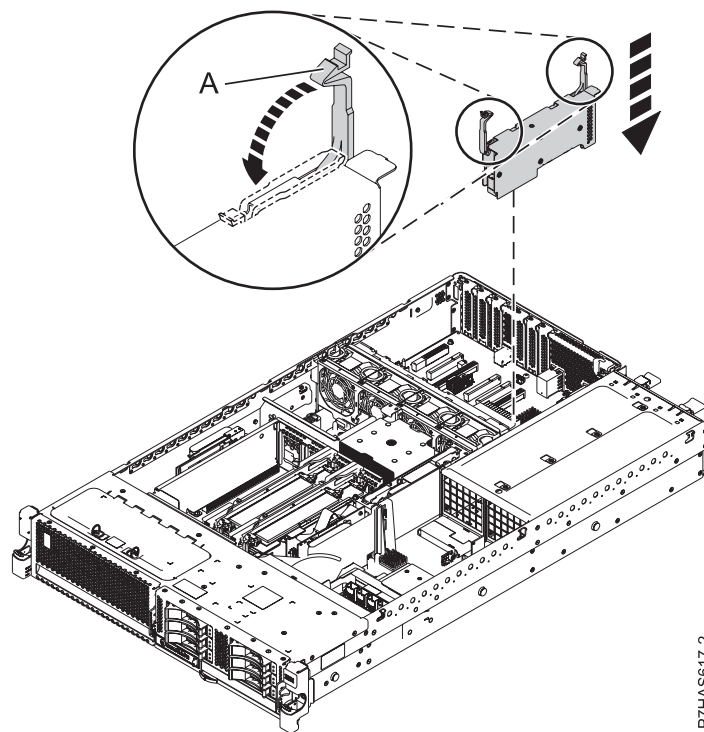

Abbildung 6. GX-Adapter FC EJ0H GX in einem System installieren
1. Bereiten Sie die Installation des neuen Adapters durch Ziehen der Verriegelungen (A) am Adapter in die geöffnete Position vor (siehe Abb. 6).
2. Fassen Sie das neue Adaptergehäuse (Feature-Code (FC) EJ0H, GX++-LP-PCIe2-x8-Adapter mit einem Anschluss) vorsichtig an den Plastikverriegelungen (A) an und richten Sie das GX-Adaptergehäuse am Steckplatz und seinem Anschluss an der Systemrückwandplatine aus.